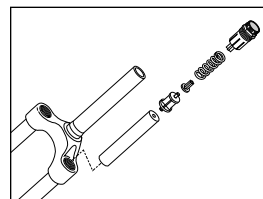

Fig. 2
2. Rimuovere il gruppo della molla (tappo superiore, molla a spirale, arresto della molla, distanziale e MCU) (vedi fig. 2).